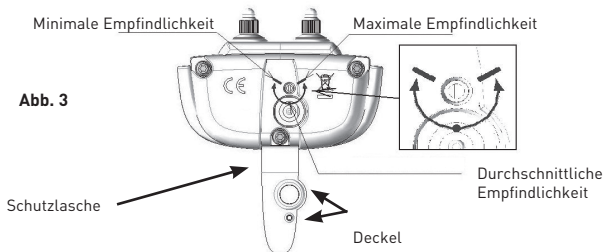

Abb. 3
- Nehmen Sie die Lasche ab, die sich auf der Hinterseite des Halsbandes befindet (siehe Abb.3).
- Drehen Sie vorsichtig die Einstell-Schraube je nach der gewünschten Empfindlichkeit (siehe Abb. 3).